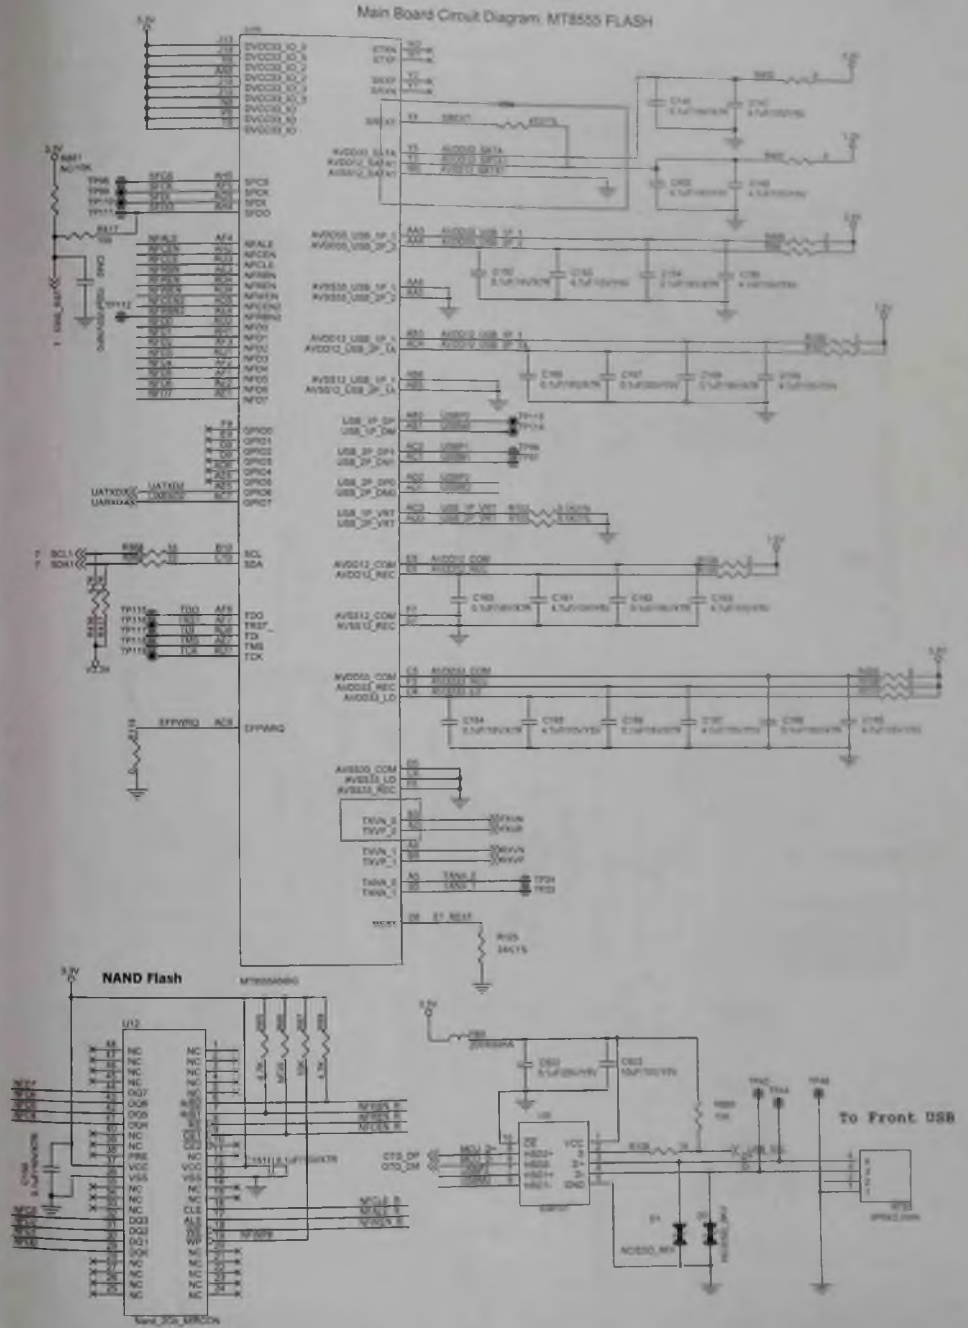

Рис. 5. Принципиальная электрическая схема. Main Board. MT8555 и Flash-память
9. Перемещают переднюю крышку в сборе с держателем (1 на рис. 5) в левую сторону до выхода левой оси из посадочного отверстия (2), затем к себе, до выхода держателя крышки за пределы корпуса. Далее перемещают крышку в правую сторону, вынимают правую ось держателя из посадочного отверстия (3 на рис. 5) в корпусе и снимают ее с устройства в сборе с держателем, выходным лотком и механизмом переключения выхода бумаги.
1. Располагают принтер лицевой стороной к себе. Узкой плоской отверткой освобождают фиксатор бушинга (4 на рис. 5) вала транспорта бумаги (5) в вертикальный выходной лоток и снимают бушинг с устройства.
2. Перемещают вал (5) вправо, до выхода его левой стороны из шестерни (6) привода вала.